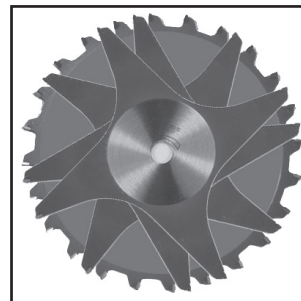

FIG. 68
1. Las cuchillas (DELTA® 35-7670 se utiliza en este ejemplo) son muy dentadas y deben estar dispuestas de tal modo que Los dientes no se golpeen entre sí durante la rotación. La parte pesada de las cuchillas debe caer dentro de los pasos de las sierras externas (Fig. 68).